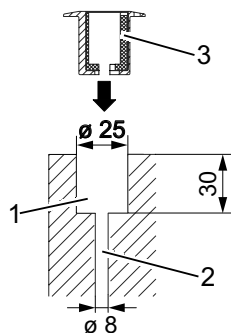

Abb. 22: Bohrung für Exzenterbuchse anbringen
9. Bohrung (Abb. 22/1) mit  $\varnothing 25$  mm mindestens 30 mm tief bohren.
10. Bohrung (Abb. 22/2) mit  $\varnothing 8$  mm bohren für die Befestigung
11. Exzenterbuchse (Abb. 22/3) einsetzen und mit geeignetem Befestigungsmaterial verschrauben.